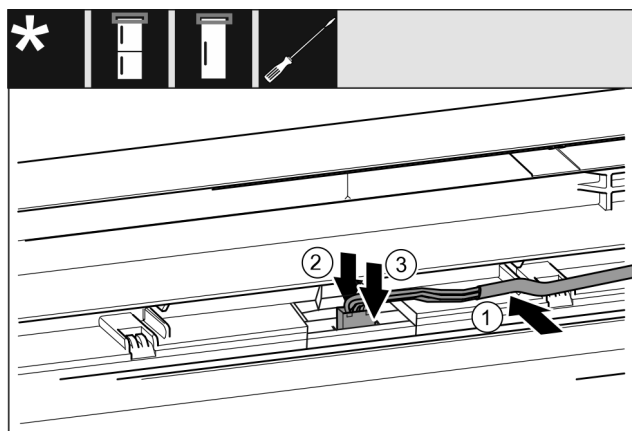

Fig. 41 Combinazioni frigorifero/congelatore / congelatori / refrigeratori
- Inserire il cavo Fig. 41 (1) nella guida nella porta superiore.
- Spingere il naso di arresto Fig. 41 (2) all'indietro.
- Innestare la spina Fig. 41 (3).